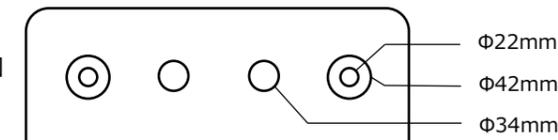

図3 ロックアウトホール穴の穴径 (モバイルパック プラボックスの底面)
- (1) モバイルパックのプラボックスを開錠し、ふたを開ける。
- (2) モバイルパックのプラボックス底面にあるロックアウトを加工する。(図3)